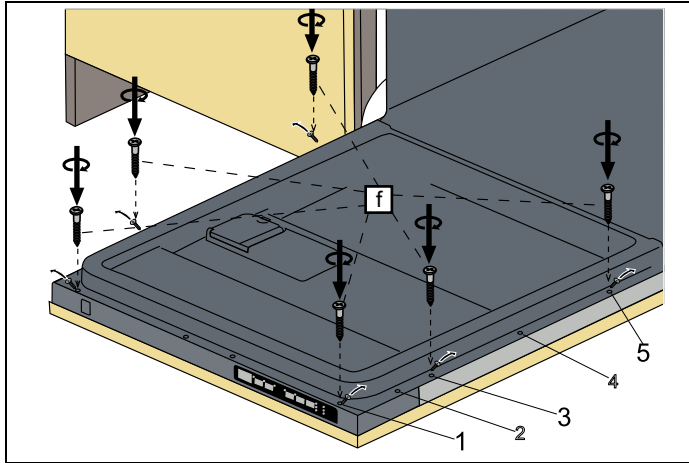

Fig. 27
- 6) Los tornillos situados en la puerta de madera se ajustan al lavavajillas en las descargas situadas en la lámina exterior de la puerta y se montan como se muestra en Fig. 27 .
- 7) Como se muestra en Fig. 27 , se instalan los tornillos  $\emptyset$  5/32" x 53/32" ( $\emptyset$ 4 mm x 42,5 mm) en las posiciones I, III y V.